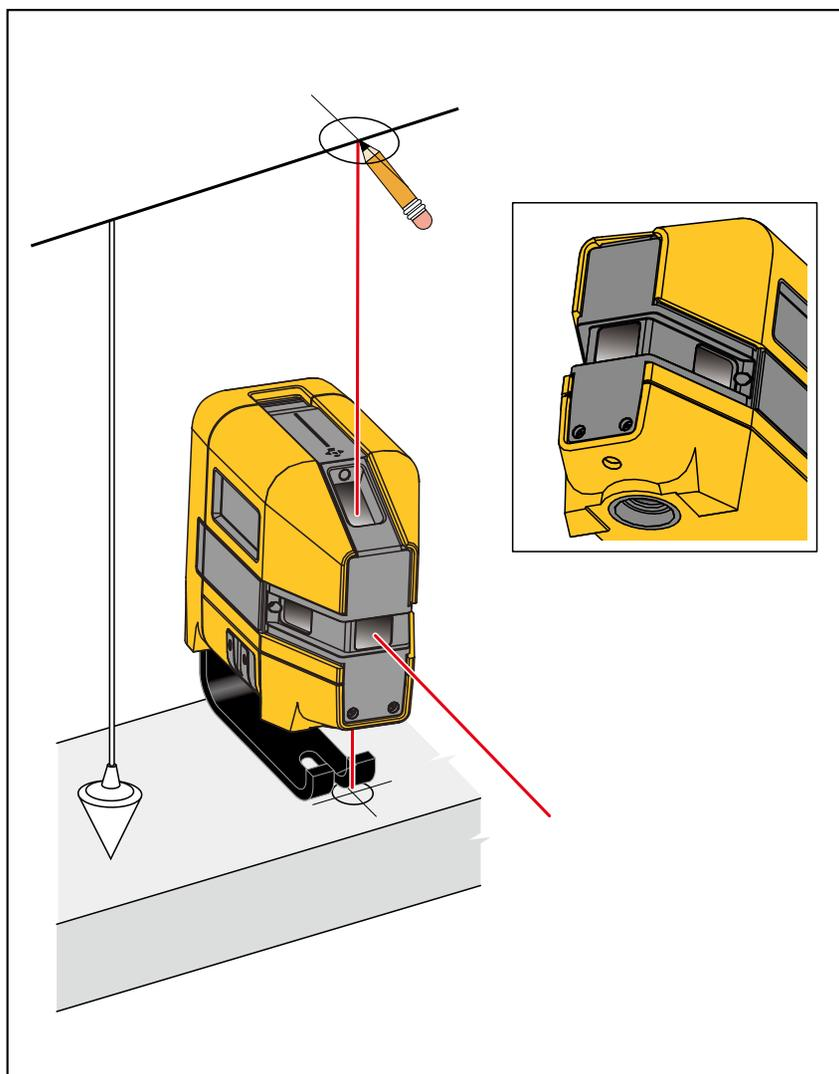

Figure 4. Nouvelles marques d'aplomb
2. Centrez le faisceau descendant sur la croix. Voir la Figure 4.